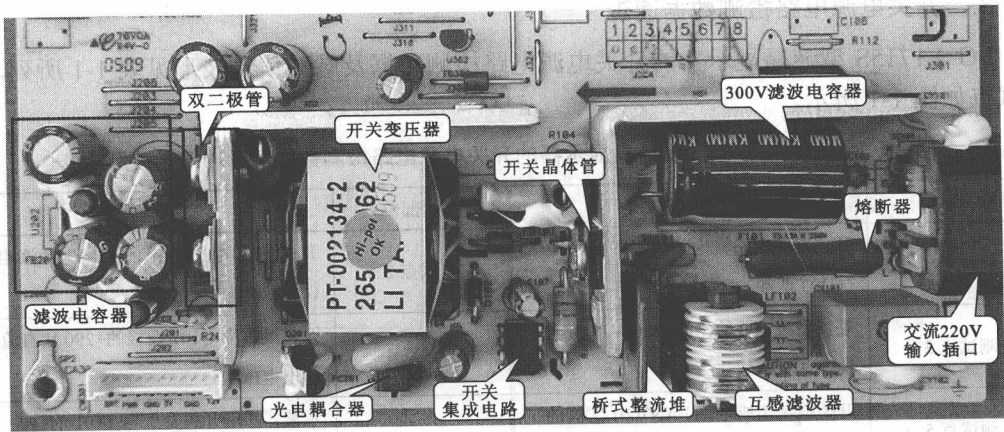

图 1-2 LG L1715S 型液晶显示器开关电源电路的实物图
300 V 直流电压为 U101 的①脚提供启动电压,使 U101 中的振荡器启振,为开关晶体管 Q101 的栅极 G 提供振荡信号,于是开关管 Q101 开始振荡,使开关变压器 T101 的初级线圈中产生开关电流。开关变压器的次级绕组③~④脚中便产生感应电流,③脚的输出电压经整流、滤波后形成正反馈电压加到 U101 的⑦脚,从而维持振荡电路的工作,使开关电源进入正常工作状态。如图 1-2 所示为 LG L1715S 型液晶显示器开关电源电路的实物图。